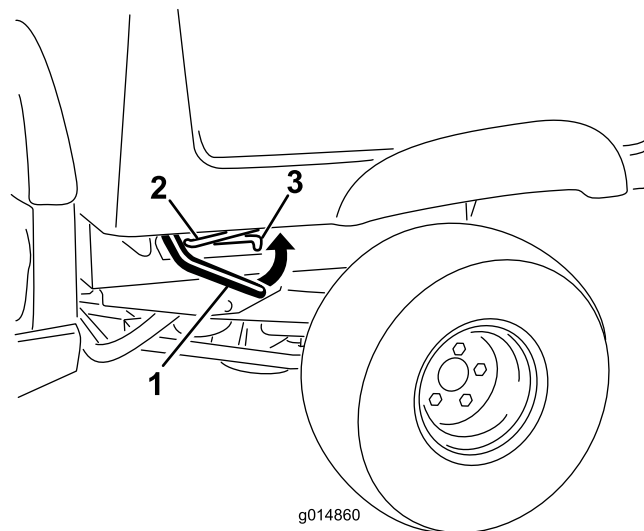

Figura 14
2. Levante la palanca situada en cada lado de la plataforma y eleve la plataforma (Figura 14).
3. Tire de la varilla de soporte hasta que entre en la muesca, afianzando la plataforma (Figura 14).